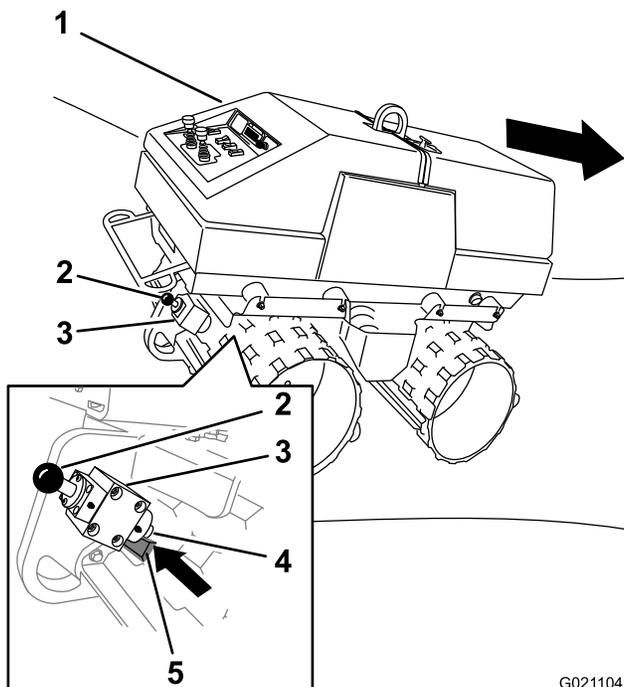
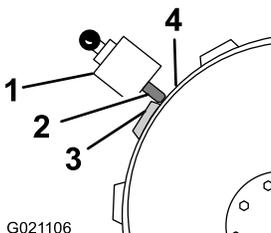
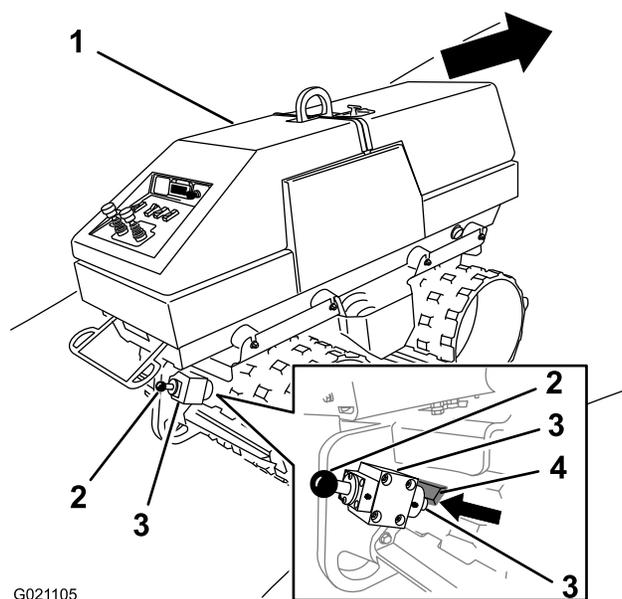
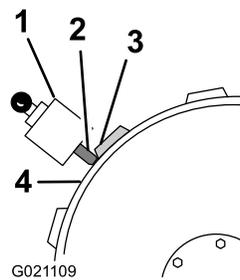

Figura 30
Figura 31
Figura 32
Figura 33
6. Suelte suavemente el mando del freno de estacionamiento y deje que se retraiga en el alojamiento del freno de estacionamiento, hasta que el émbolo esté apoyado contra el lado del taco del tambor y contra la superficie del tambor (Figura 31, Figura 30, Figura 33, y Figura 32).
- Si la máquina está aparcada **cuesta abajo**: alinee el lado **superior** del taco del tambor contra el émbolo del freno de estacionamiento (Figura 31 y Figura 30).
- Si la máquina está aparcada **cuesta arriba**: alinee el lado **inferior** del taco del tambor contra el émbolo del freno de estacionamiento (Figura 33 y Figura 32).
2. Suelte suavemente el mando del freno de estacionamiento y deje que se retraiga hasta que el freno encaje en la muesca (Figura 30 y Figura 32).